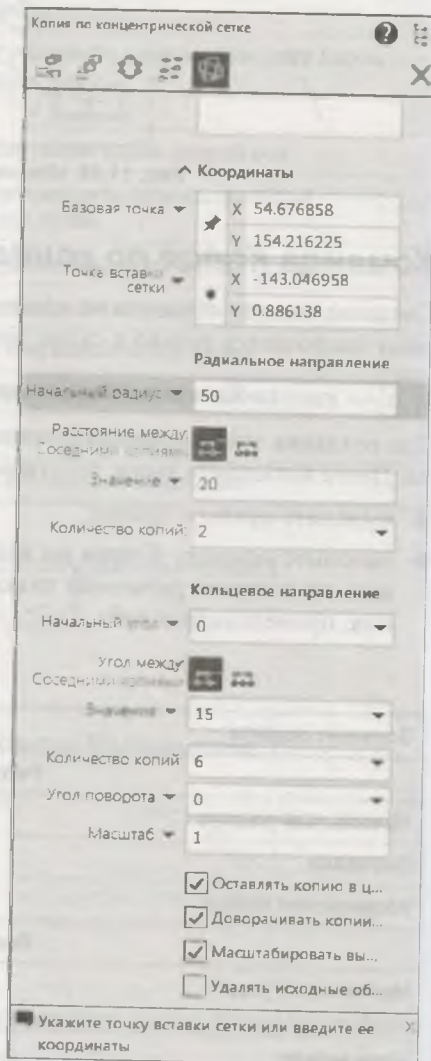

Рис. 11.20. Панель Параметры. Копия по концентрической сетке
- ◆ вызовите команду **Копия по концентрической сетке**. На панели **Параметры: Копия по концентрической сетке** (рис. 11.20) активизировались элементы управления, приведенные в табл. 11.2;